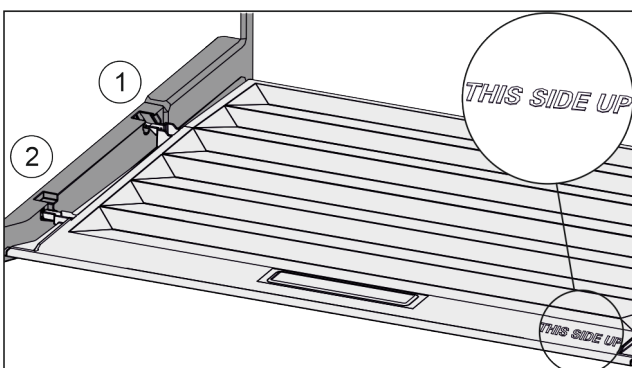

Fig. 112
- Dekselranden via de opening van de achterste houder Fig. 112 (1) aanbrengen en van voren in de houder Fig. 112 (2) klikken.